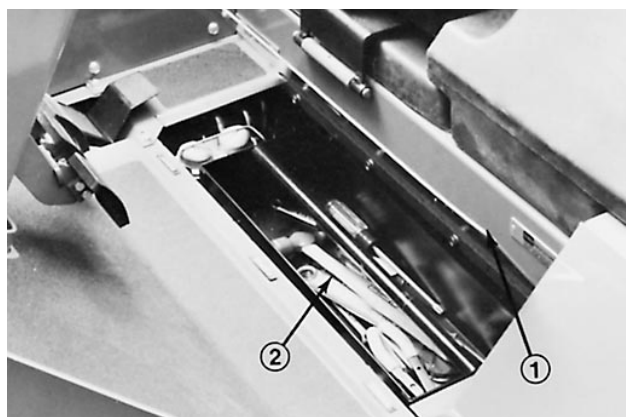

Figure 53
1. Soulever le panneau de plancher devant le siège (Fig. 53). Déposer le bac à outils.
2. Sortir la biellette d'inclinaison de l'unité de la boîte à outils, sous le plancher du groupe de déplacement (Fig. 53) et encliquer des broches des assemblages soudés sur le châssis du groupe de déplacement et le bras de relevage de l'unité de coupe.